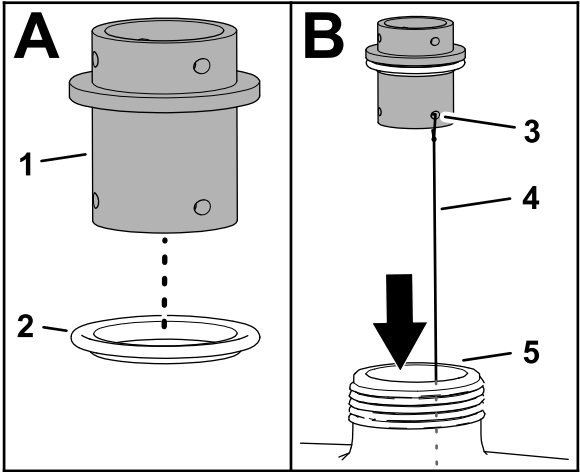
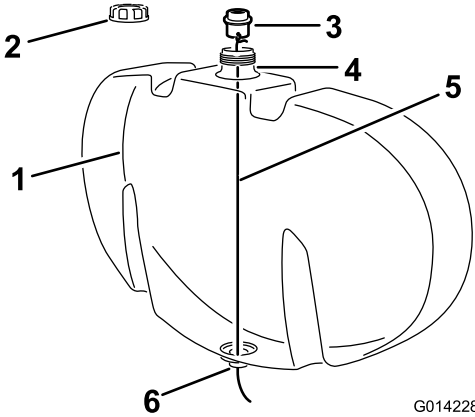

图 5
图 6
- A. 如图 5 所示将空隙垫片安装到隔板接头上。
- B. 如图 5 所示将长度约为 122cm 的一条金属丝穿过隔板接头的其中一个固定叉孔。
- C. 如果已安装盖子请从冲洗水箱上取下图 6。
- D. 通过水箱加水口的开口将金属丝伸进去穿过水箱底孔。图 5 和图 6。